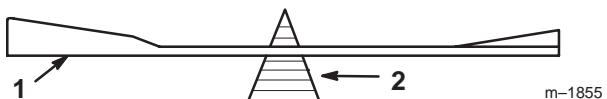
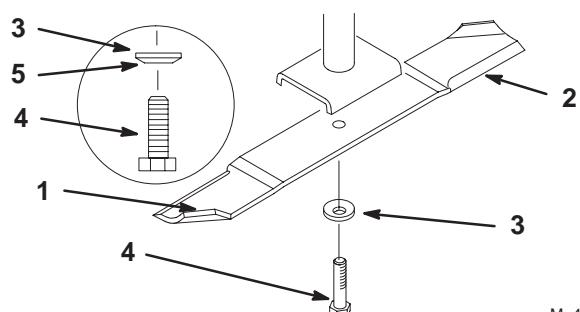

Figure 22
Figure 23
1. Tenez la lame à son extrémité avec un chiffon ou un gant épais. Retirez le boulon, la rondelle élastique et la lame de l'axe de la lame (Fig. 23).
2. Vérifiez l'équilibre de la lame en la plaçant sur un équilibrEUR (Fig. 22). Si la lame reste horizontale, elle est équilibrée et peut être utilisée. Si la lame est déséquilibrée, limez un peu l'extrémité de la partie incurvée seulement (Fig. 23). Vérifiez de nouveau et répétez la procédure jusqu'à ce que la lame soit équilibrée.
1. Placez la lame sur l'axe (Fig. 23).
2. Installez la rondelle élastique et le boulon de la lame (Fig. 23). Serrez le boulon de lame à 115–150 Nm (85–110 pieds/livres).